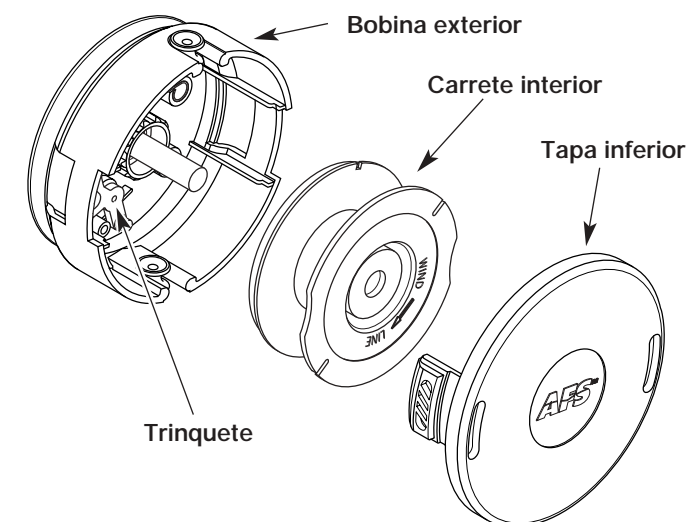

Fig. 12
2. Saque el carrete interior de la bobina exterior (Fig. 12).
2. Saque el carrete interior viejo de la bobina exterior (Fig. 12).